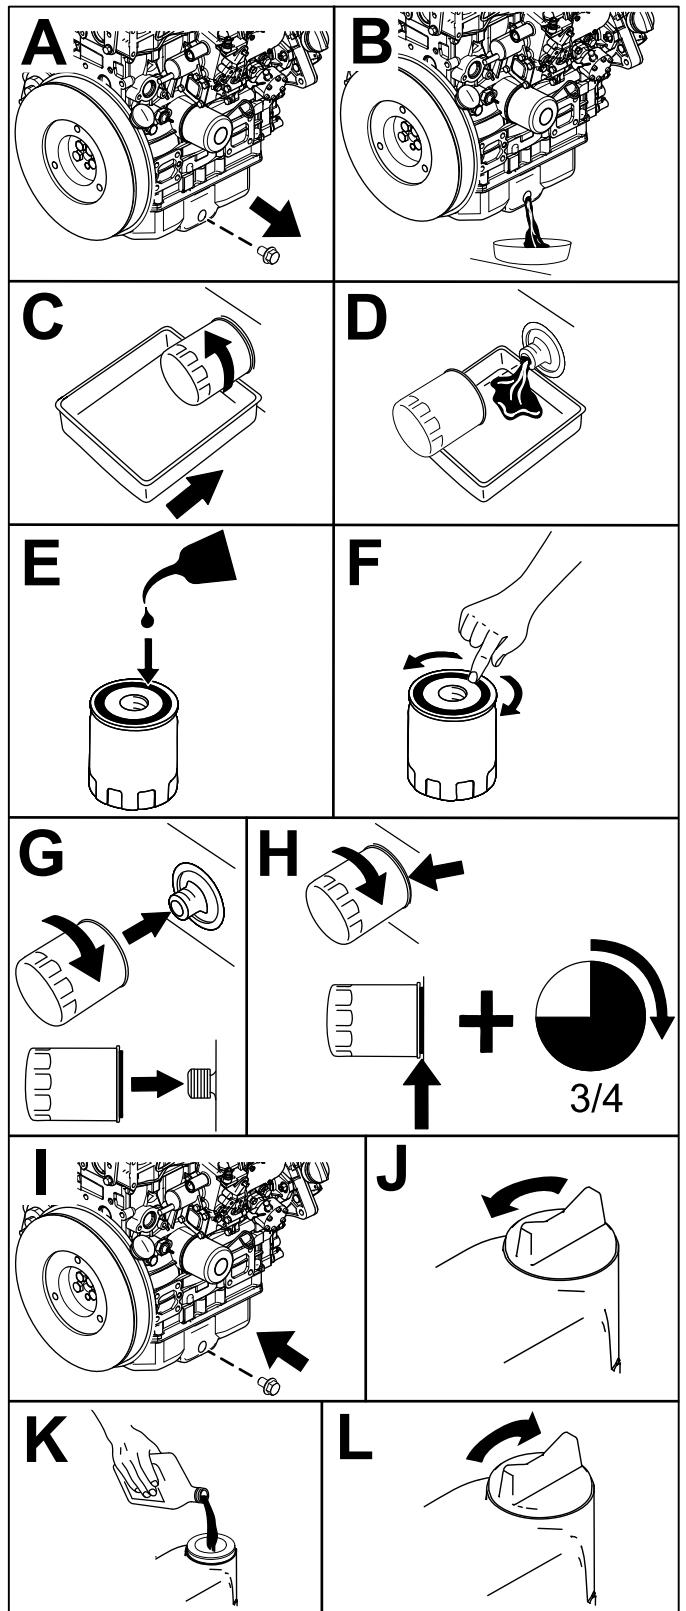

Figura 63
- Cambiate l'olio del motore e il filtro dell'olio del motore come illustrato nella Figura 63.